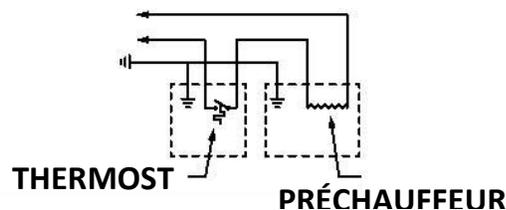

Figure 7. Schéma de câblage du préchauffeur d'huile et du thermostat
**REMARQUE:** Le thermostat doit être connecté en série avec le préchauffeur pour réguler la température. Le thermostat est câblé en série avec le préchauffeur en suivant les étapes ci-dessous. Voir la figure 7.